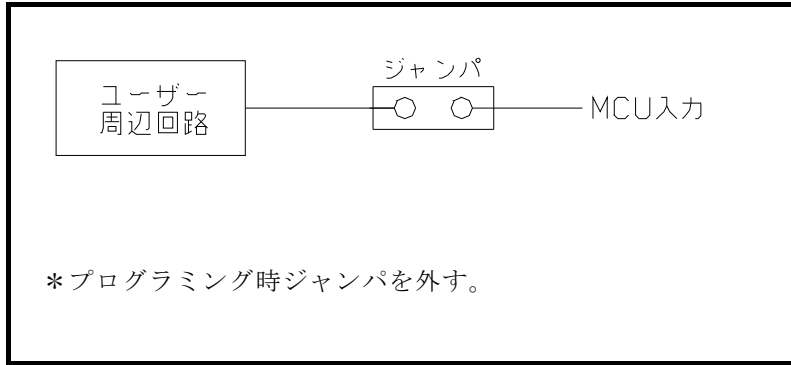

図4. 2 ジャンパによる衝突防止回路
(2) ユーザ周辺回路が出力となる場合の衝突防止回路例を図4. 2に示します。